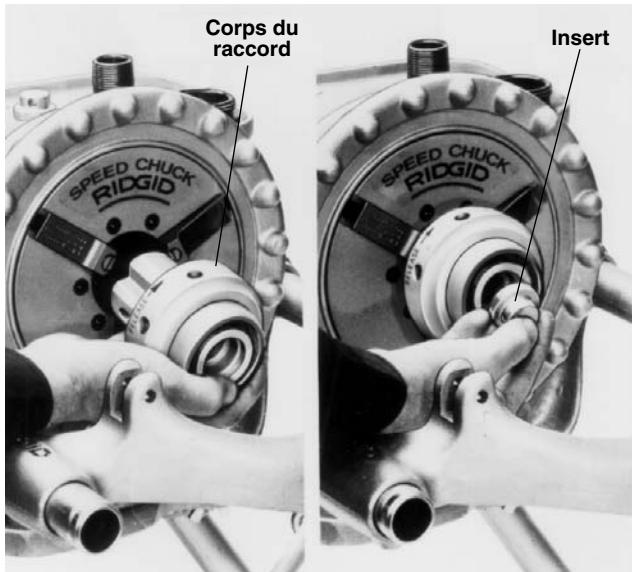

Figure 23 – Installation du corps du raccord et de l'insert
3. Placez le corps du raccord (*Figure 23*) dans le mandrin du système d'entraînement en accrochant les rainures des mors. Serrez le mandrin en tournant le volant par à coups à plusieurs reprises.
4. Positionnez l'insert (*Figure 23*) avec sa petite extrémité vers le mandrin pour les tuyaux de $\frac{1}{8}$ à $\frac{3}{4}$ po, et avec sa grande extrémité vers le mandrin pour les tuyaux de 1 po; aucun insert n'est nécessaire pour les tuyaux de $1\frac{1}{4}$ po et plus.